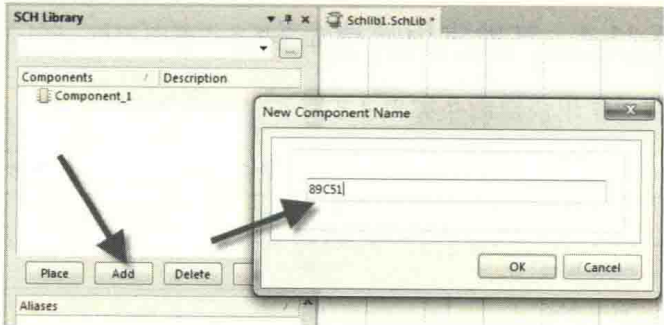

图 4-111 添加新的元件
(1) 双击元件库文件，进入元件库编辑器界面，并在右下角执行命令“SCH-SCH Library”，调出元件的工作面板，单击 Components（元件）栏中的“Add”按钮，添加一个“89C51”的元件，如图 4-111 所示。